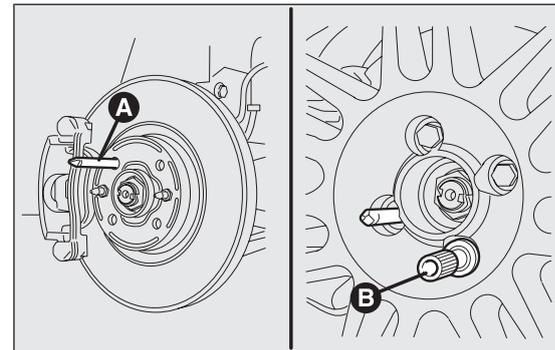

fig. 148
- apretar el perno de centrado A fig. 148 en uno de los orificios de los pernos de fijación presentes en el cubo de la rueda;